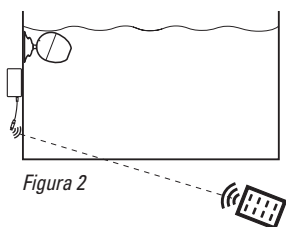

Figura 2
- Certifique-se de que há uma linha de visão direta entre o sensor dos acessórios e o controlo remoto. (Consulte a figura 2).